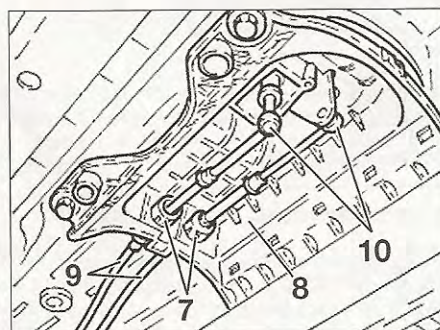

FIG. 8
- Desengrapar los cables (9) de las rótulas (10) del mecanismo de la palanca (fig. 8).
- Comprimir los enganches (7) de los frenos de cables sobre el soporte del mecanismo (8) de palanca de velocidades.
- Retirar los cables (9) de mandos y de selección del soporte del mecanismo de palanca de velocidades.